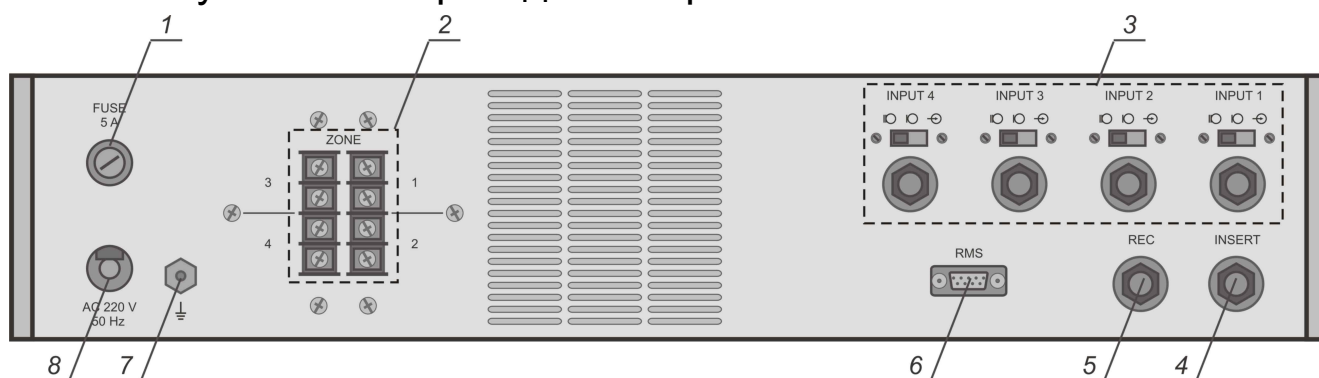

Рисунок 2
7.2 Размещение органов управления и индикации на задней панели усилителя приведено на рис. 2.